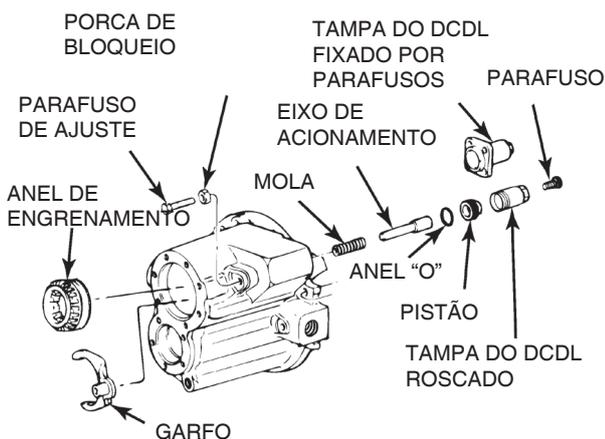

Figura 3.38
2. Remova o pistão do eixo de acionamento. Figura 3.38.